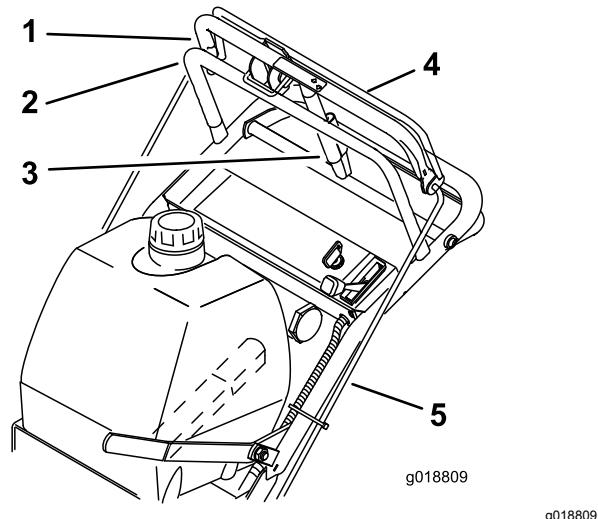

Figure 18
1. Avec la transmission aux roues complètement embrayée, vérifiez l'écartement entre la barre de commande supérieure et la barre fixe. L'écart doit être d'environ 25 à 32 mm (1 à $1\frac{1}{4}$ po); voir Figure 18.